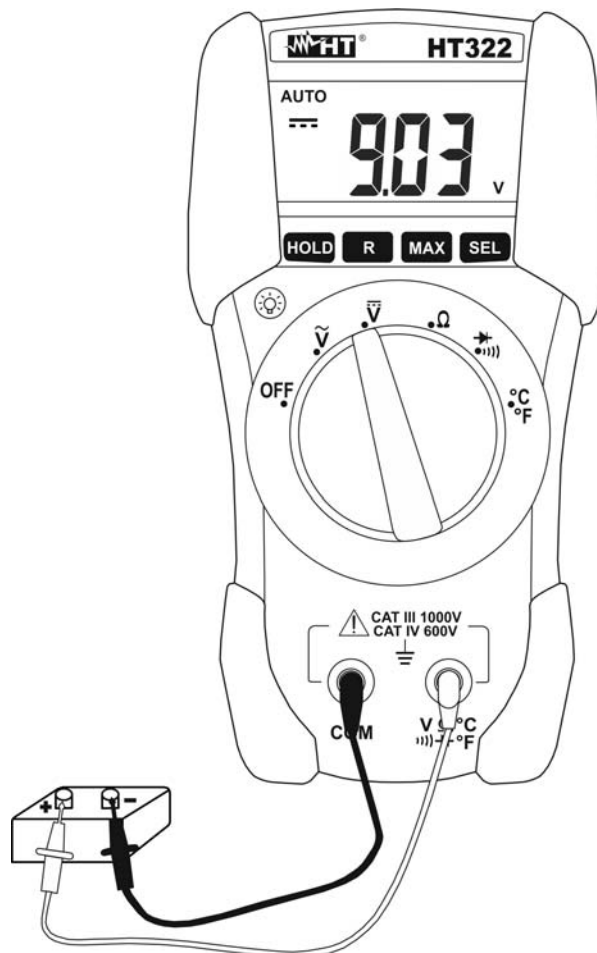

Fig. 2: Uso dello strumento per misura di Tensione DC
4. Posizionare il puntale rosso ed il puntale nero rispettivamente nei punti a potenziale positivo e negativo del circuito in esame (vedere Fig. 2). Il valore della tensione è mostrato a display
6. La visualizzazione del simbolo "-" sul display dello strumento indica che la tensione ha verso opposto rispetto alla connessione di Fig. 2.